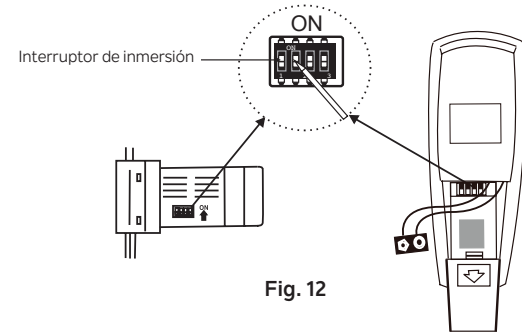

Fig. 12
**NOTA:** En el transmisor, ajuste el interruptor de inmersión #4 a la posición D. Esto permite la función de atenuación porque el techo utiliza una luminaria LED que es regulable. (Véase la Fig.12)
**NOTA:** El sistema de control remoto está equipado con 16 combinaciones de frecuencias posibles para evitar interferencias o con otras unidades de control remoto. Los interruptores de frecuencia del receptor y el transmisor se han preajustado en fábrica. Vuelva a comprobar para asegurarse de que los interruptores del transmisor y el receptor están ajustados a la misma posición, cualquier combinación de ajustes operará el ventilador siempre y cuando el transmisor y el receptor estén ajustados a la misma posición. (Fig. 12)